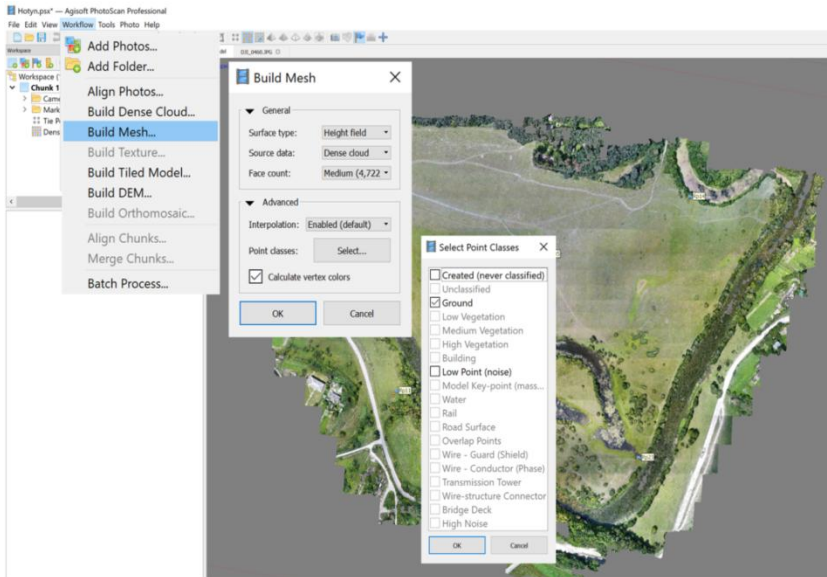

Рис. 6.5. Параметри полігональної моделі
**Класи точок (Point classes).** За допомогою інструменту **Вибір класів точок (Select Point classes)** (рис. 6.5) можна виділити конкретні класи точок, які необхідно використовувати при побудові моделі. Для побудови полігональної моделі за точками рельєфу потрібно залишити галочку лише для класу «**Земля (Ground)**».